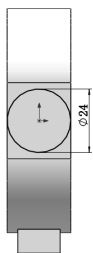

图 10-88 绘制进出油口草图
**02** 绘制草图。单击“草图”控制面板中的“圆”按钮，绘制图 10-88 所示的进出油口草图。